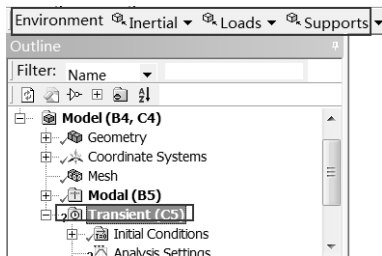

图 9-35 Environment 工具栏
Step1: 选择 Mechanical 界面左侧 Outline (分析树) 中的 Transient (C5) 选项, 此时会出现如图 9-35 所示的 Environment 工具栏。